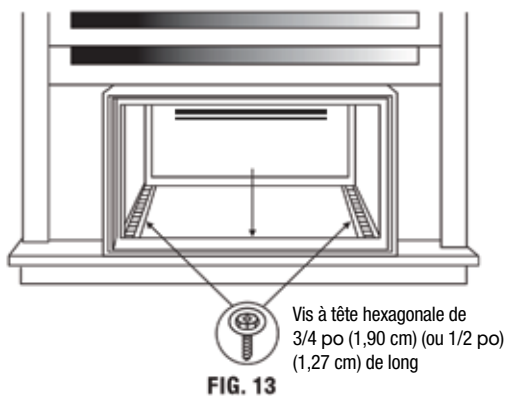

FIG. 13
5. Ajoutez le joint du rail inférieur sur la vis de l'appui de la fenêtre. (Voir Fig. 13 à la page suivante.)